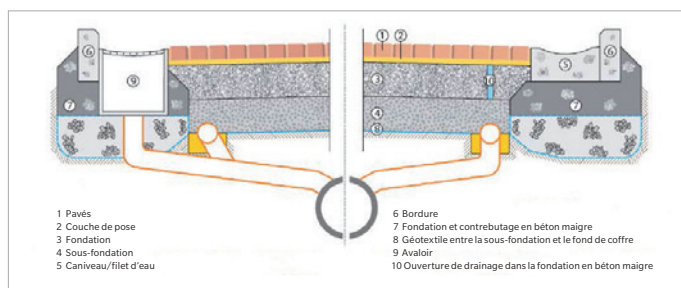

Figure 3 : coupe type d'un drainage à travers une fondation en béton maigre (n°10) vers la sous-fondation (CRR, 2009)
- Creusez des trous aux endroits les plus bas de la couche de fondation et remplissez-les d'un empierrement (voir coupe Figure 3) ;